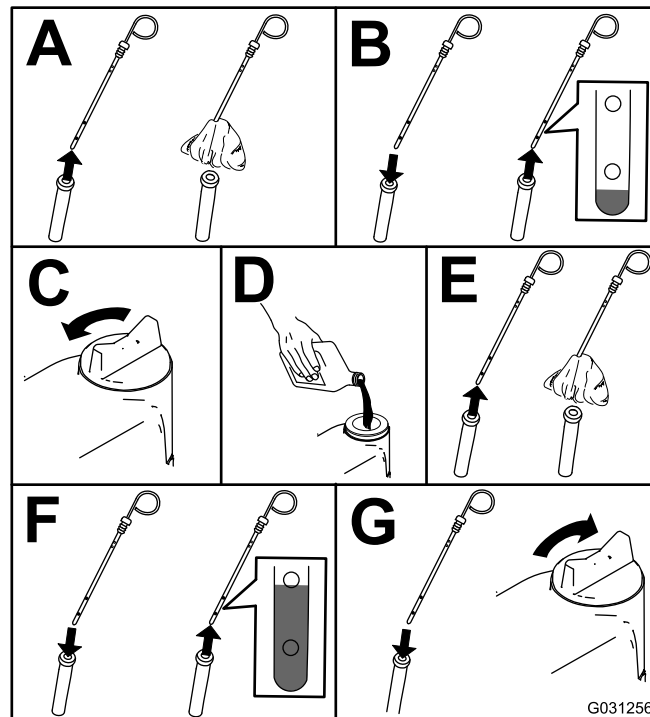

Рисунок 40
2. Проверьте уровень масла в двигателе (Рисунок 40).